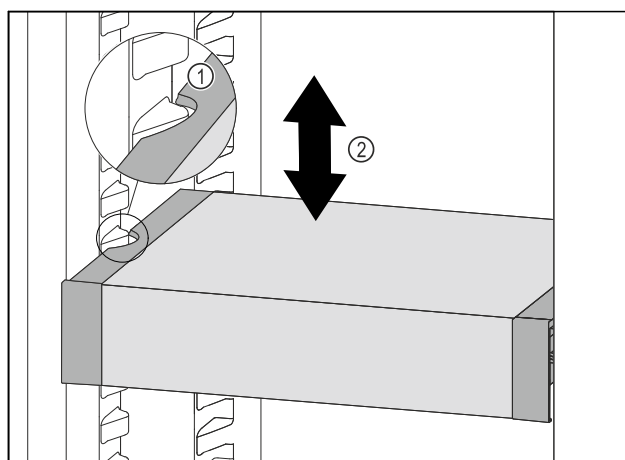

Fig. 127
- ▶ Træk VarioSafe fremefter, indtil udsparingerne i siden på VarioSafe er på niveau med beholderribben i kølesektionen. Fig. 127 (1)
- ▶ Flyt VarioSafe op eller ned i kølesektionen, indtil den ønskede højde er nået. Fig. 127 (2)